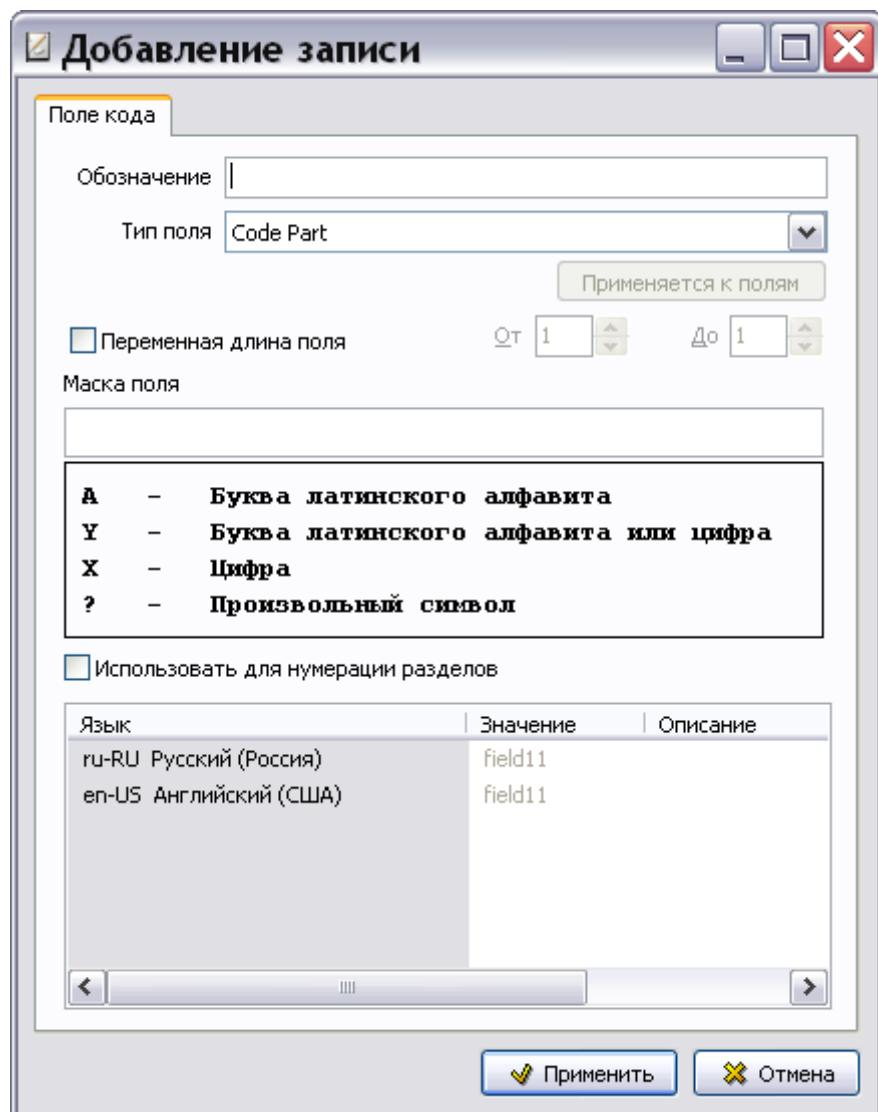

Рис. 2.12
2. В левой части вкладки **Схема кодирования** нажмите на кнопку **Добавить** . После этого появится диалоговое окно **Добавление записи** для поля кода (Рис. 2.12).